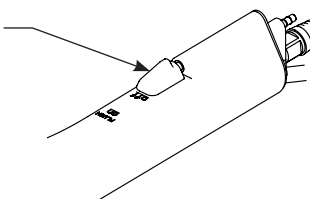

Figura 2 Interruptor de lavado
9. Empleando el interruptor de lavado (figura 2), suministre irrigación a la punta del cortador como sea necesario (véase la tabla 1).